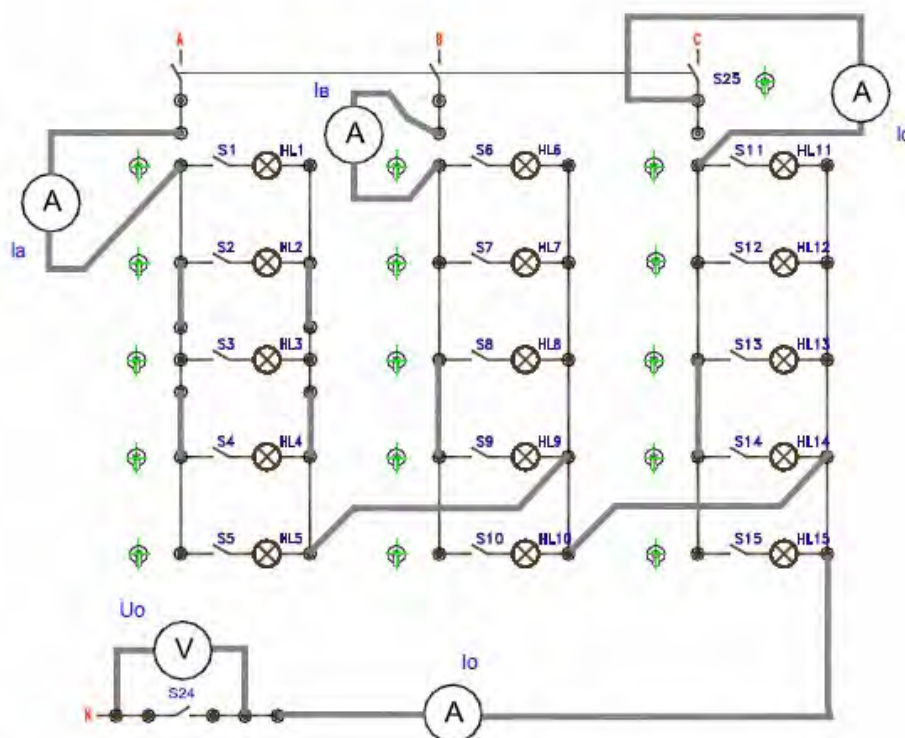

Рисунок 8
2. Собрать и изучить схему электрической цепи (рис. 8.). Включить тумблеры S1 - S15, т.е. установить симметричную нагрузку фаз – в каждой фазе включено по 5 ламп (рычажок в верхнее положение; схема включения нагрузки: 5=5=5).